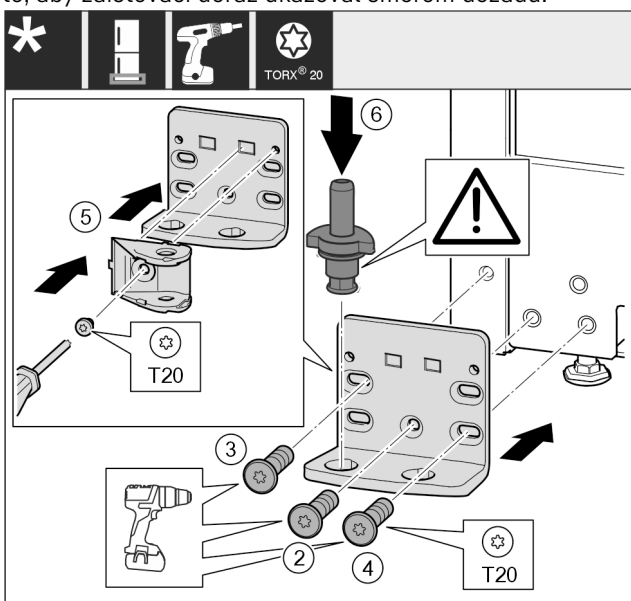

Fig. 21 *
- ▶ Nasadte ložiskovú konzolu na druhú stranu a priskrutkujte ju pomocou skrutkovača. Začnite skrutkou Fig. 21 (2) dole v strede.*
- ▶ Pevne utiahnite skrutku Fig. 21 (3) a skrutku Fig. 21 (4).*